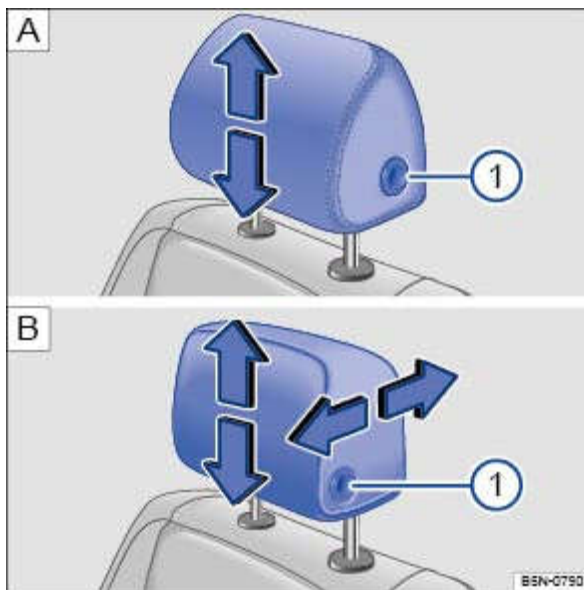

Fig. 52 Réglage de l'appuie-tête avant : sans possibilité de réglage en longueur avec possibilité de réglage en longueur.
- Déplacez l'appuie-tête dans le sens de la flèche vers le haut ou, en maintenant la touche  ou  → Fig. 52  ou  → Fig. 53  enfoncée, vers le bas .